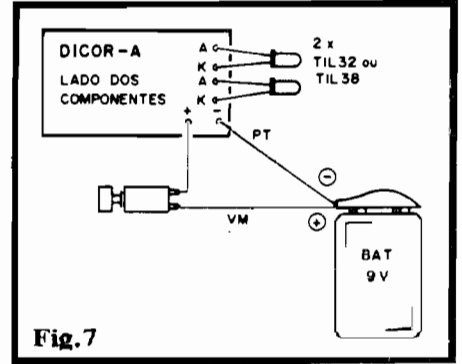

Fig.7
- FIG. 7 - CONEXÕES EXTERNAS - PLACA "A" - Externamente à plaquinha "A" ficam os dois LEDs infra-vermelhos, que devem ter seus terminais de anodo (A) e catodo (K) identificados e devidamente "casados" com os respectivos pontos de ligação ao Impresso (que é visto, na figura, ainda pela face não cobreada...). Convém, por razões mecânicas e - principalmente - óticas, alinhar bem as "cabeças" dos dois LEDs, de modo que eles fiquem rigorosamente paralelos, apontando seu feixe invisível exatamente para a mesma direção (se isso não for providenciado, haverá perda na eficiência geral e no alcance do sistema...). As conexões da alimentação também são polarizadas: o fio vermelho do "clip" corresponde ao positivo (e nele deve